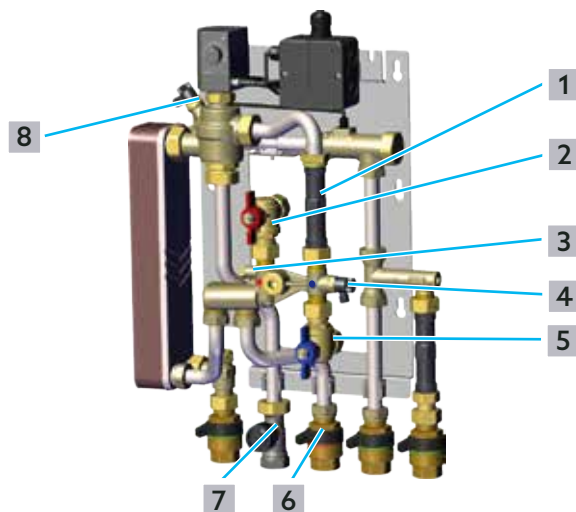

Abb. 10: Wärmezähler montieren
- 1 Schließen Sie die Eckkugelhähne im Heizungs-Vorlauf (siehe Abb. 10 auf Seite 18 (2)) und Heizungs-Rücklauf (5) sowie das Keramikscheibenventil im Heizkreis-Vorlauf (6) und das Zonenventil im Heizkreis-Rücklauf (7).
Schließen sie eine Schlauchleitung an das Entleerungsventil (siehe Abb. 10 auf Seite 18 (4)) im Heizungskreis an um austretendes Wasser leichter in ein Gefäß zu leiten.
- 3 Öffnen Sie langsam das Entlüftungsventil (siehe Abb. 10 auf Seite 18 (8)) und das Entleerungsventil (4).
- 4 Wenn der Heizungskreis oberhalb des Entleerungsventils leer ist, schließen Sie das Entleerungsventil (4) und das Entlüftungsventil (8) wieder.
- 5 Bauen Sie das Passstück (1) aus der Leitung aus.
- 8 Schrauben Sie den Adapter in den Anschluss im Heizungs-Vorlauf (2).
- 10 Öffnen Sie langsam die Eckkugelhähne im Heizungs-Rücklauf (5) und im Heizungs-Vorlauf (siehe Abb. 10 auf Seite 18 (2)).
- 11 Öffnen Sie das Entlüftungsventil (8) etwas.